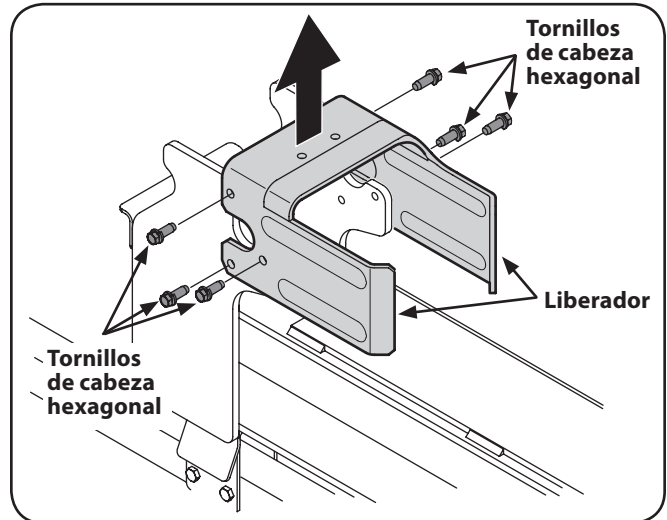

Figura 3-4
14. Desconecte el liberador del soporte soldado de vigaeta retirando los seis tornillos hexagonales. Vea la Figura 3-4.
17. Coloque el liberador encima del montaje de la cuña y fíjelo en los soportes soldados con los elementos de ferretería que extrajo previamente. Vea la Figura 3-4.